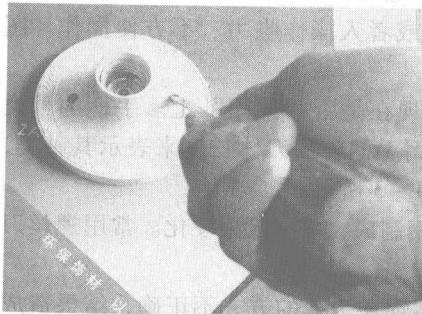
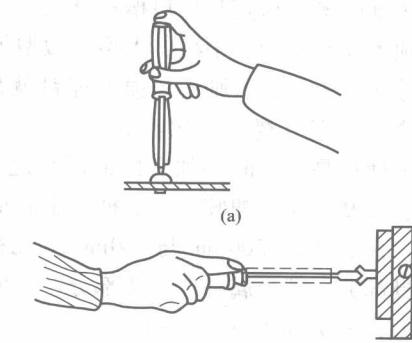

图 1-4 螺丝刀操作不当
图 1-5 螺丝刀的正确操作图
(2) 禁忌操作不当。图1-4所示的操作不当现象，主要体现在手握的方式不正确，结果造成“费力不讨好”。螺丝刀操作的基本要领是：右手掌心顶紧螺丝刀旋柄，然后拇指、食指、中指配合旋转螺丝刀手柄杆，一般往右为拧紧，往左为拧松。不过，有的电动设备刚好相反。对于小型的
螺钉，可以用食指顶住手柄，再利用拇指、中指配合用力即可。操作时，手应触及手柄。图 1-4，虽是错误的操作方法，但螺丝刀与螺钉的大小型号匹配。图 1-5 所示为螺丝刀的正确操作图。